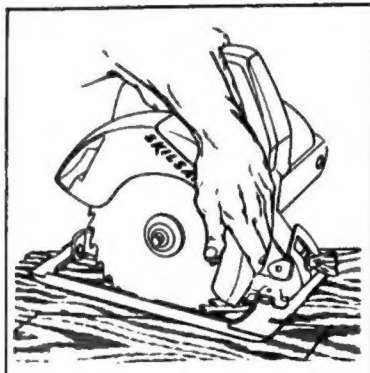

Fig. 8 — Making Pocket Cut
1. With the switch off, rest the front edge of the saw on the work (see Fig. 8).
1. Couper le courant et poser l'avant du pied sur la pièce (voir Fig. 8).